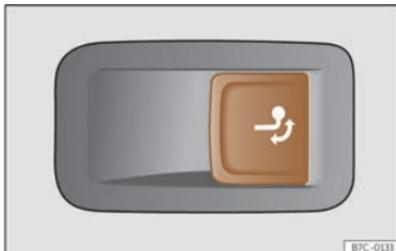

Fig. 176 Sul lato destro del bagagliaio: tasto per sbloccare il gancio di traino.
- Premere brevemente il tasto >>> **fig. 176**. Il gancio di traino si sblocca elettricamente e si gira automaticamente verso l'esterno. La spia di controllo del tasto lampeggia.
- Premere brevemente il tasto >>> **fig. 176**. Il gancio di traino si sblocca elettricamente.
- Non premere mai il tasto >>> **fig. 176** quando un rimorchio è agganciato o un portapacchi o un altro accessorio è montato sul gancio di traino.